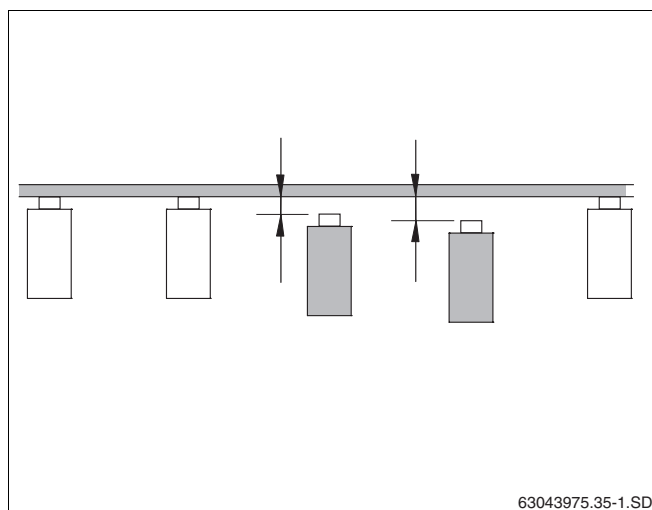

Fig. 12 Compenser les différences de niveau des chevrons
- Si les chevrons présentent des différences de niveau, il est nécessaire de les compenser sur site (fig. 12).